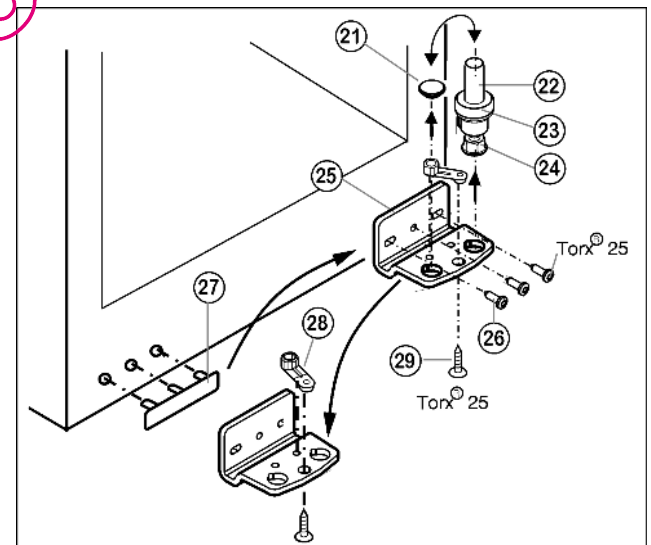

Fig. 4
- ▶ Retirer le pivot Fig. 4 (22) complètement avec le disque Fig. 4 (23) et le pied réglable Fig. 4 (24) par le haut.
- ▶ Enlever le bouchon Fig. 4 (21).
- ▶ Dévisser Fig. 4 (25) le support d'appui Fig. 4 (26).
- ▶ Dévisser l'élément pivotant Fig. 4 (28) et le permuter dans le trou opposé du support d'appui.
- ▶ Soulever le cache côté poignée Fig. 4 (27) avec précaution et le positionner sur le côté opposé.
- ▶ Revisser à fond le support d'appui Fig. 4 (25) sur le nouveau côté charnière en utilisant une visseuse sans fil si nécessaire, avec un couple de serrage de **4 Nm**.
- ▶ Replacer le bouchon Fig. 4 (21) dans l'autre trou.
- ▶ Replacer complètement le pivot Fig. 4 (22) avec le disque et le pied réglable. Faire attention à ce que les ergots d'encliquetage soient tournés vers l'arrière.
- ▶ Placer la porte par le haut sur le pivot inférieur Fig. 4 (22).
- ▶ Aligner éventuellement la porte par rapport aux deux trous oblongs du support d'appui inférieur Fig. 4 (25) pour qu'elle affleure avec l'habillage de l'appareil. Pour cela, dévisser la vis centrale.